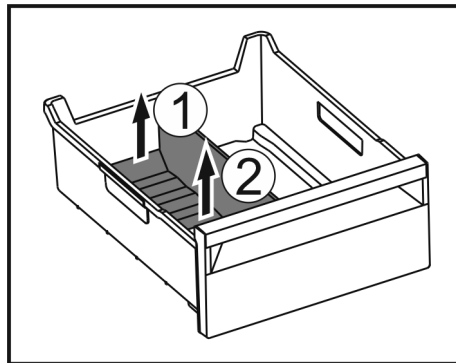

Fig. 120
- Приподнимите заднюю часть разделителя отделения для льда. Fig. 120 (1)
- Извлеките разделитель отделения для льда движением вверх. Fig. 120 (2)